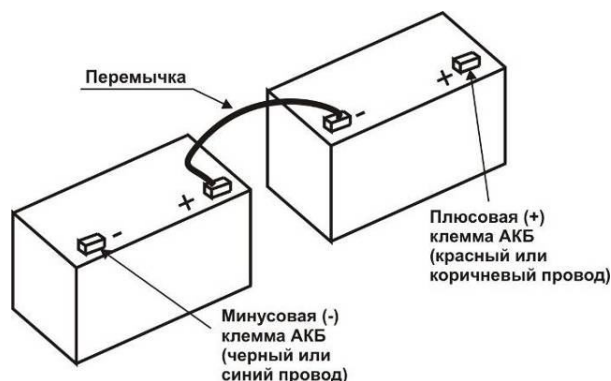

Рис.7 Соединение двух 12В АКБ.
- 2) Установите входящую в комплект поставки перемычку как показано на Рис. 7.